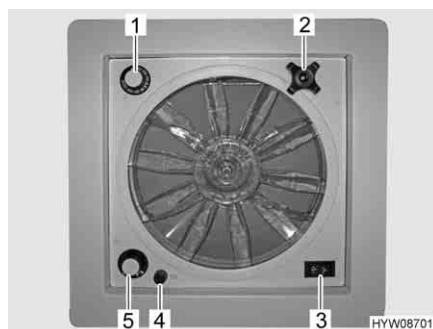

Fig. 85 Oblò con ventilatore
- Un fusibile da 4 A (Fig. 85,4) protegge da sovraccarico il motore del ventilatore. Se si verifica un sovraccarico: Individuare per prima cosa la causa (ad es. il ventilatore è sporco), poi sostituire il fusibile.
- Apertura oblò:* ■ Ruotare la maniglia girevole (Fig. 85,2), finché non si raggiunge l'angolo di apertura desiderato.
- Aerazione/sfiato:* ■ Portare l'interruttore a levetta (Fig. 85,3) su "Aerazione" (flusso d'aria dall'esterno verso l'interno) o "Sfiato" (flusso d'aria dall'interno verso l'esterno).
- Portare l'interruttore a levetta (Fig. 85,3) sulla posizione centrale.
- Posizionare l'interruttore girevole (Fig. 85,5) sul grado desiderato:
- Ruotare il termostato (Fig. 85,1) fino alla battuta in direzione "blu".